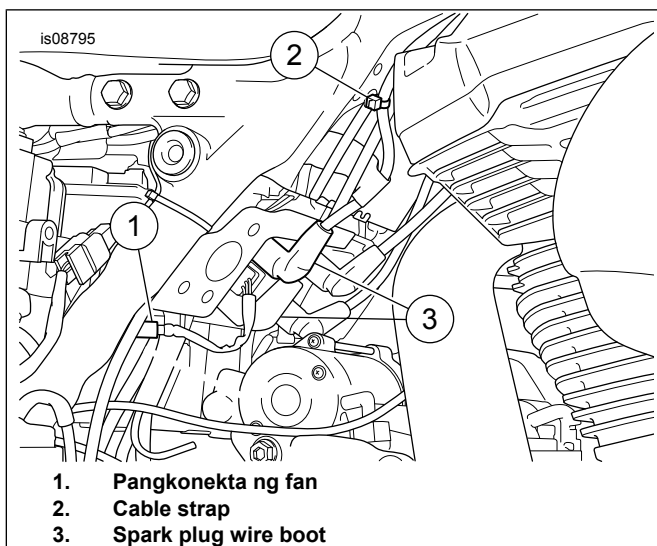

Figure 1. Fan Konektor
7. Tingnan ang Figure 1. Hanapin ang fan konektor (1) at tanggalin sa pagkakasaksak.
Tingnan ang Figure 1. Ilipat ng puwesto ang mga kanang spark plug wire boot